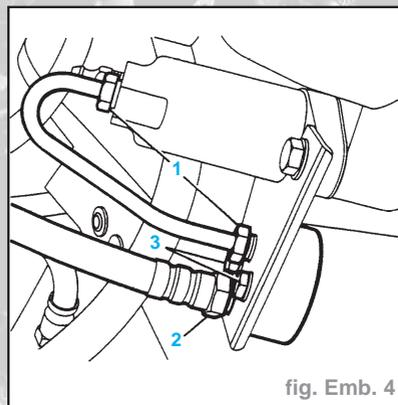

fig. Emb. 4
- Déposer le tuyau (1) entre le cylindre récepteur et l'amortisseur (Fig. Emb. 4).
- Déposer le tuyau entre le cylindre récepteur et l'amortisseur (Fig. Emb. 4).